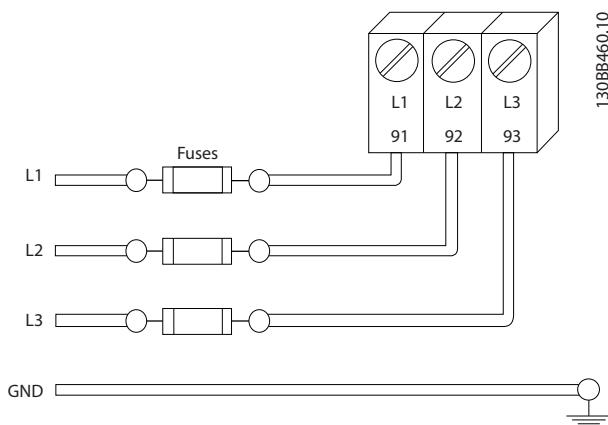

图 2.4 变频器熔断器
- 必须为所有变频器都提供短路和过电流保护。 为了提供这种保护, 须采用输入熔断装置, 请参阅 图 2.4。 如果出厂时没有附带熔断器, 则须由安装商作为安装的一部分而提供。 请参阅 10.3.1 保护 中的熔断器最大额定值。
- 必须为所有变频器都提供短路和过电流保护。为了提供这种保护，须采用输入熔断装置，请参阅图 2.4。如果出厂时没有附带熔断器，则须由安装商作为安装的一部分而提供。请参阅 10.3.1 保护 中的熔断器最大额定值。